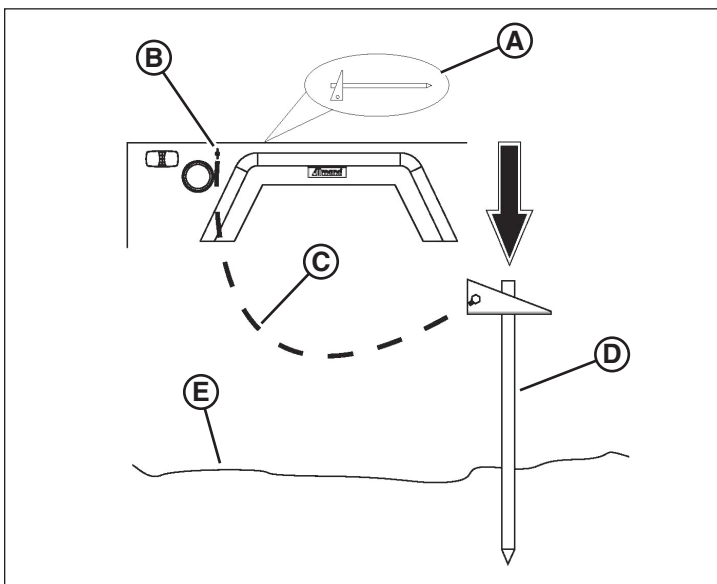

Figura 20
Retire la varilla de conexión a tierra (D, Figura 20) de la ubicación de almacenaje dentro del panel izquierdo (A). Empuje la varilla de conexión a tierra completamente en la tierra (E) con un martillo. Conecte el cable que se proporciona (C) a la varilla, luego conecte el cable a la orejeta de conexión a tierra (B) de la unidad. Asegúrese de que las conexiones de los cables estén apretadas.